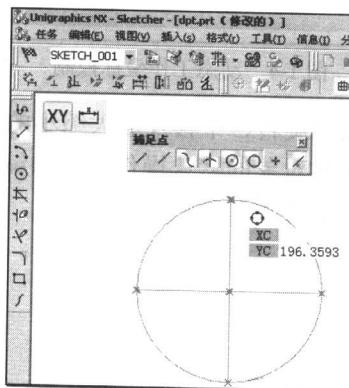

图 1-8 修剪及延伸
- (1) 致力于呈现草图绘制时仅需按键的环境。
- (2) 对话框少量化直线、圆弧及倒圆等生成功能，且具约束 (Constraint) 及对齐 (Alignment) 预览功能。
- (3) 对话框少量化约束 (Constraint) 生成功能。
- (4) 简易修剪及延伸功能，如图 1-8 所示。